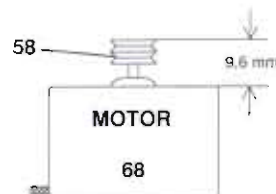

Fig. 5
- Vor dem Zusammenbau ist der Abstand zwischen der Oberkante der Riemenscheibe 58 und dem Motor 68 zu überprüfen (Fig. 5).
- Before refitting the motor, check the distance between the upper edge of the pulley 58 and the motor 68 (Fig. 5).